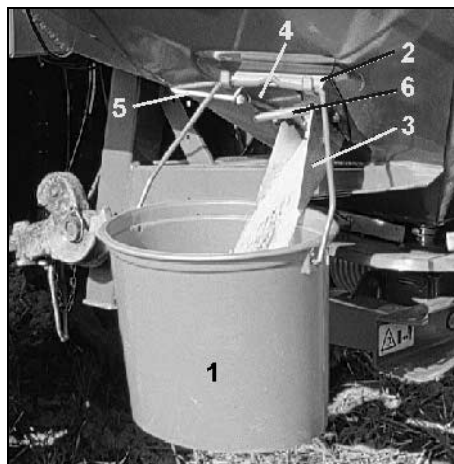

Fig. 32
- Häng mättråget (Fig. 32/1) med byglarna (Fig. 32/2) i hållaren (Fig. 32/3).
- Lås fast kontrollbehållaren med klämsstycket (Fig. 32/4) Öppna sidospjället (Fig. 32/5) till utloppsslisen med manöverlinan, helt under 5 sekunder, så att jämnt gödselutflöde erhålles. Håll ned den utsläppta gödseln i maskinen igen.